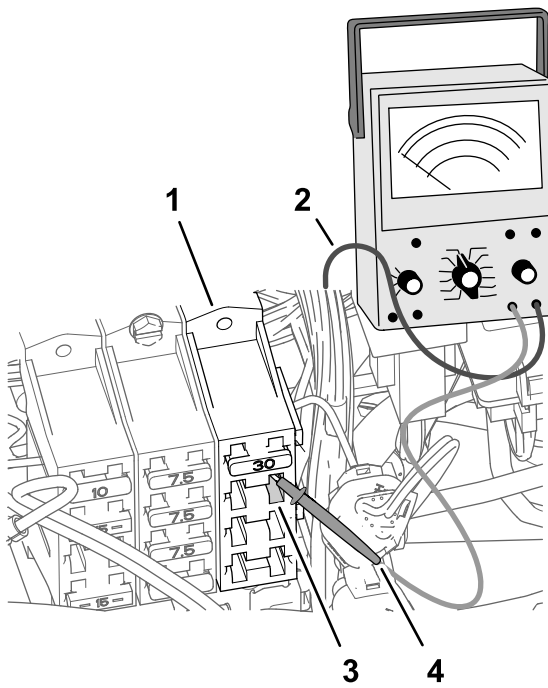

Figure 190
2. Sur le porte-fusibles 3 de la machine, insérez la sonde du multimètre dans le contact 4 (colonne droite) de la douille de fusible 2, comme montré à la Figure 190.